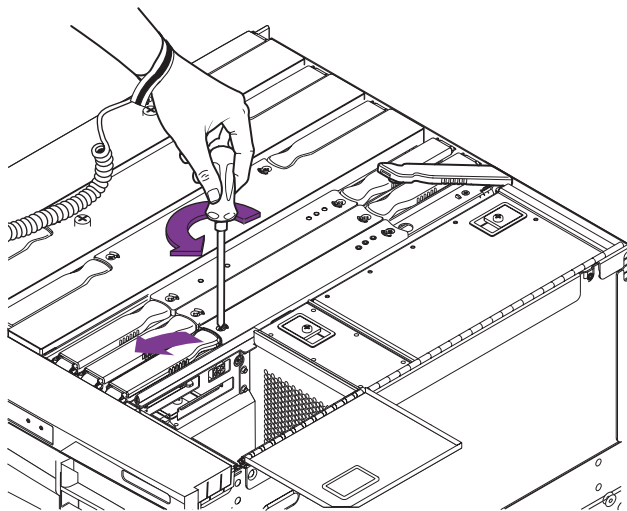

図 8-4 IB_SSC アセンブリの取り外しレバーのロック解除
11. システムの右側から、プラスのねじ回し (Phillips の 2 番) を使用して、IB_SSC アセンブリの取り外しレバーのロックを解除します (図 8-4)。